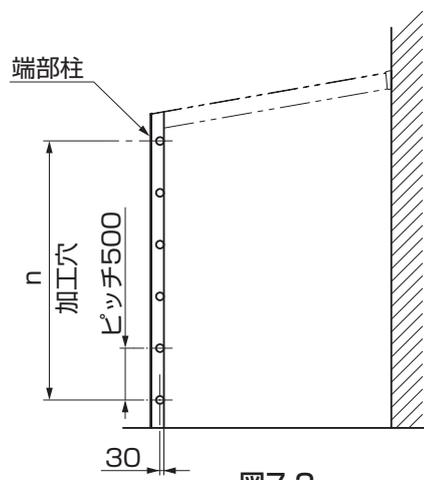
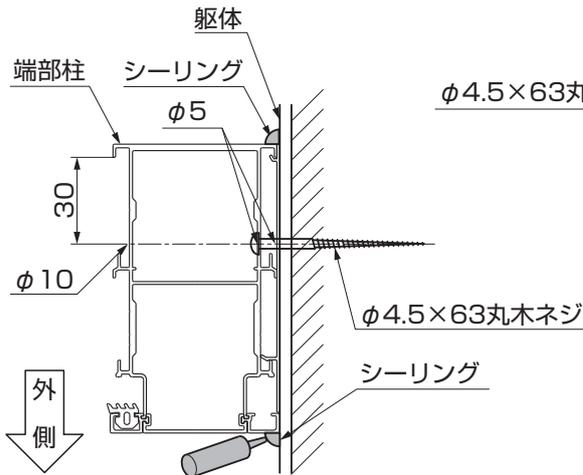
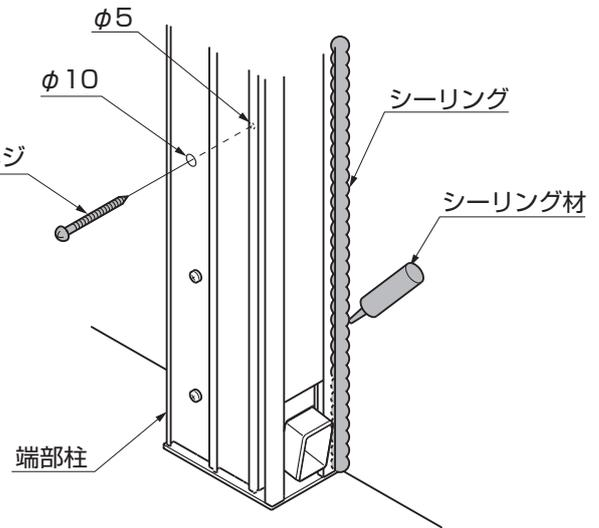

図7-2
図7-3
図7-4
- ① 入隅側の端部柱に、φ10、φ5の穴をあけてください。(図7-2、図7-3、表7-1参照)
- ② 端部柱と躯体を、「φ4.5×63丸木ネジ」で取付けてください。(図7-3、図7-4参照)
- ③ 端部柱と躯体の取合せ部にシーリングをしてください。(図7-4参照)